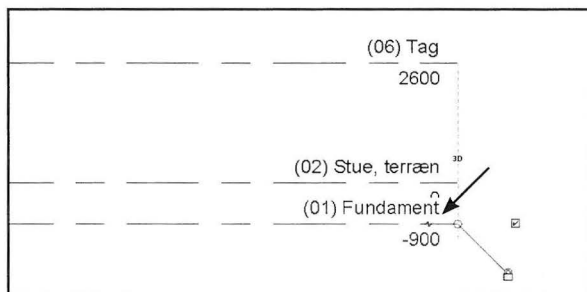

Fig. 04.11. Navnet på Levels, kan ændres ved at klikke på eksisterende navn.
- Klik på teksten (01) Kælder og ændre navnet til (01) Fundament (Fig. 04.11).